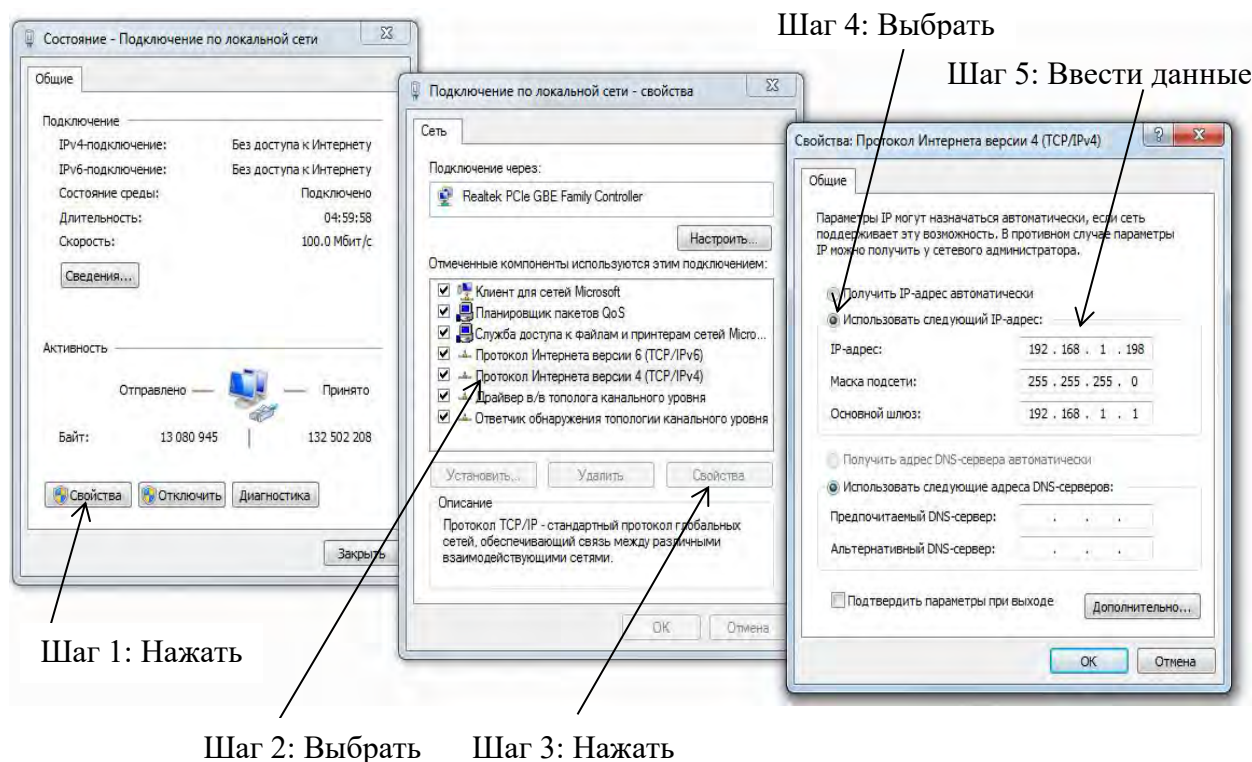

Рисунок 37 – Установка параметров сети для подключения ПК к блоку
4.1.5 При подключении ПК непосредственно к блоку, не включённому в локальную сеть, в свойствах подключения компьютера к локальной сети для TCP/IP необходимо вручную установить параметры сети (см. рисунок 37), например: